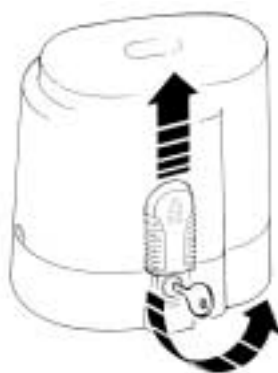

Fig. 4
**Cette opération ne devra être effectuée qu'après avoir mis le moteur hors-tension.** Afin de pouvoir agir manuellement sur le portail, il suffit d'introduire la clé, destinée à cet effet, et de la faire tourner 3 fois dans le sens contraire à celui des aiguilles d'une montre (Fig. 4).